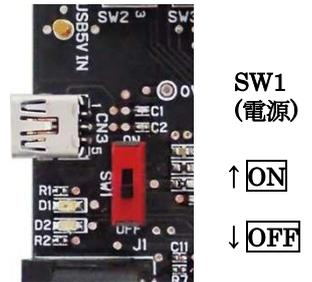

図 7
- ① EM7000に各種EMモジュール及び、又はCDM716xを装着します（3. 参照）
- ② EM7000上のDCジャック（J1）にDC5.0Vを供給します。
- ③ ミニB-USBケーブルでEM7000とパソコンを接続します。
- ④ EM7000上のSW1（電源スイッチ）をONにします。（図7参照）